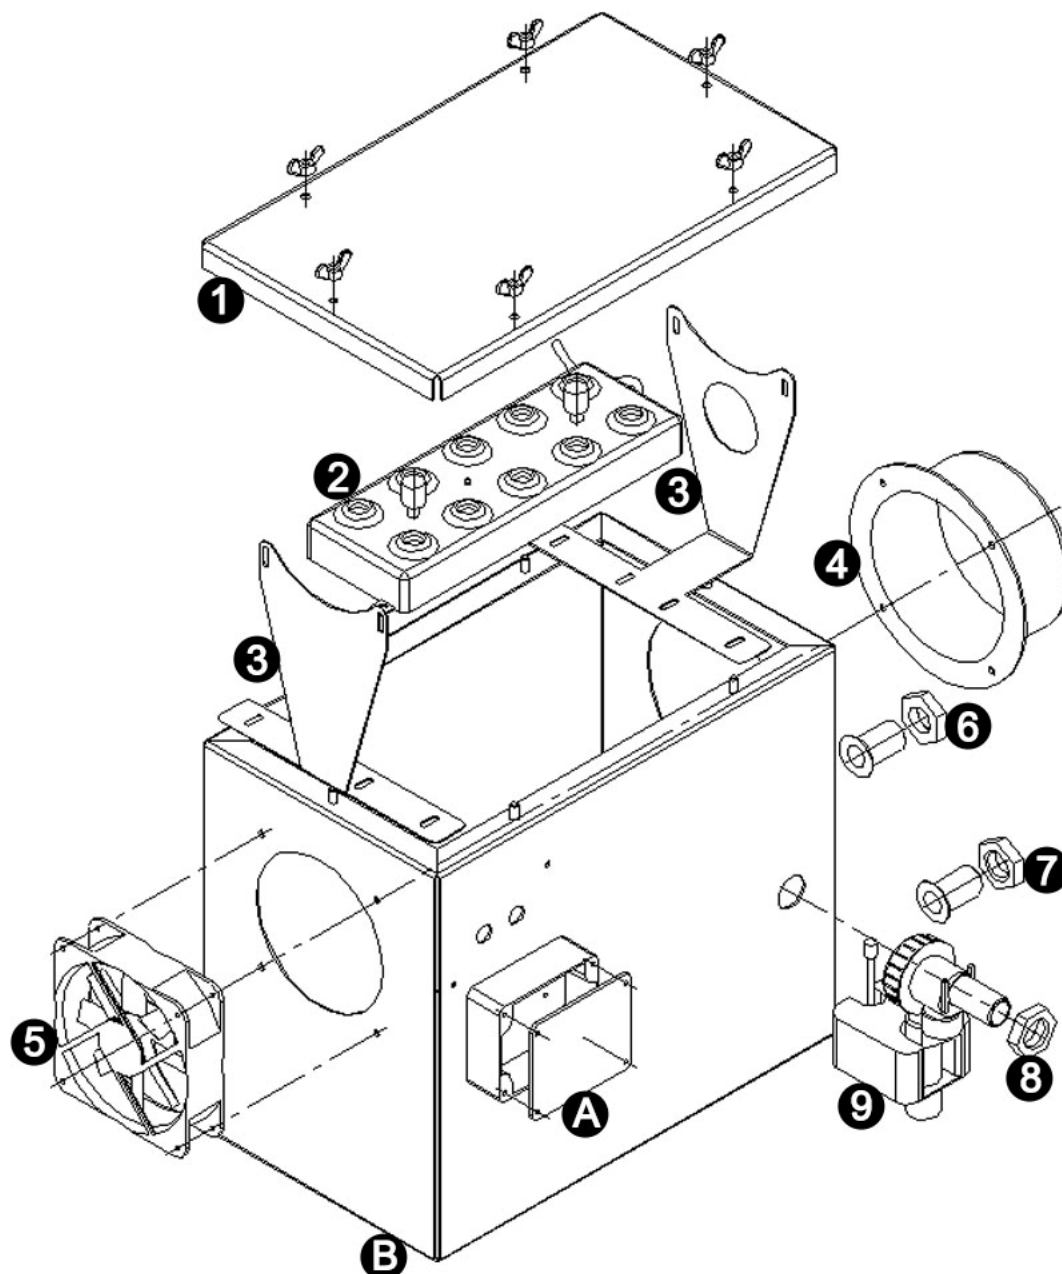

Рисунок 2.1. Взрыв-схема модуля увлажнения
3. На рисунках 2.1 – 2.3 приведен внешний вид приборов УЗ-6 (рисунки 2.1 – 2.2) и УЗ-6(Е) (рисунок 2.1 и рисунок 2.3) производительностью 6 кг/час. Внешний вид приборов другой производительности может отличаться.